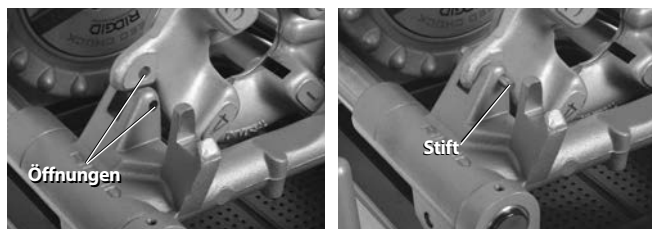

Abbildung 26 – Halten des Linksgewindeschneidkopfs
2. Stecken Sie einen $\frac{5}{16}$ " Stift mit 2" Länge durch die Öffnungen in der Schlittenauflage und im Linksgewindeschneidkopf, um ihn in seiner Position zu halten (siehe Abbildung 26).